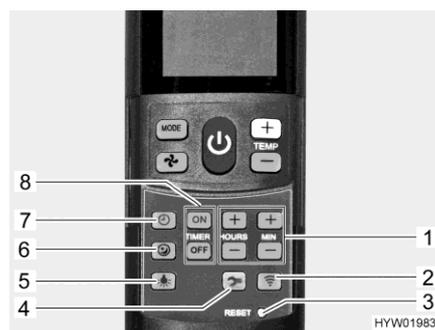

Fig. 117 Telecomando con tasti di impostazione (impianto di climatizzazione)
- Premere il tasto funzionamento silenzioso (Fig. 117,6). Durante il raffreddamento la ventola funzionerà ad un numero di giri inferiore, pertanto risulterà meno rumorosa.
- Premere il tasto ora (Fig. 117,7).
- Impostare le ore e i minuti con i tasti (Fig. 117,1).
- Premere il tasto "ON" (Fig. 117,8).
- Premere i tasti per l'impostazione degli orari (Fig. 117,1) fino a che non è stato raggiunto l'intervallo orario desiderato per l'accensione.
- Premere il tasto "OFF" (Fig. 117,8).
- Premere i tasti per l'impostazione degli orari (Fig. 117,1) fino a che non è stato raggiunto l'intervallo orario desiderato per lo spegnimento.
- Premere di nuovo il tasto "ON" o il tasto "OFF" (Fig. 117,8).
- Premere il tasto luce (Fig. 117,5). La luce viene accesa all'ultimo livello di regolazione impostato.
- Regolazione illuminazione:* ■ Premere e tenere premuto il tasto luce (Fig. 117,5), finché non si raggiunge la luminosità desiderata.
- Spegnimento illuminazione:* ■ Premere il tasto luce (Fig. 117,5).
- ▷ Il tasto Setup (Fig. 117,4) permette di collegare il telecomando all'impianto di climatizzazione al omento della prima messa in funzione.